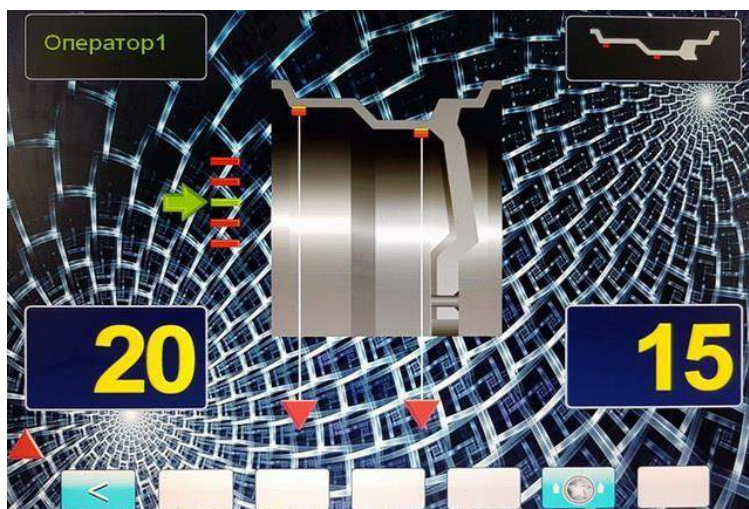

Рис. 13.1.
13.1. Как было отмечено выше, ошибки ввода геометрических параметров колеса «А» и «в» приводят к неточному разделению величины дисбаланса по плоскостям коррекции и затрудняют процесс балансировки. Такие же ошибки возникают и при неточной установке корректирующих грузов, особенно клеящихся, когда положение груза определяется оператором на глаз. Для исключения указанных ошибок предназначен режим установки клеящихся корректирующих грузов с помощью рукоятки выдвижной штанги (рис. 13.1).
После того, как произведено измерение дисбаланса и, если значение дисбаланса не равно нулю, автоматически включается режим установки грузов с помощью выдвижной штанги. При включении режима голосовое сопровождение произносит фразу «Автоматическая установка грузов» и на мониторе экран основного рабочего режима заменяется на экран установки грузов (рис.13.1). При этом колесо автоматически приводится в положение установки груза на 12 часов в плоскости, которая установлена в параметре «Приведение» (см. раздел 18 «Установка настроек станка»). В нижней части экрана появится изображение трёх красных стрелок в виде треугольников. Нижний смотрящий вверх перемещается вместе с выдвижением штанги, два другие отмечают места установки грузов.